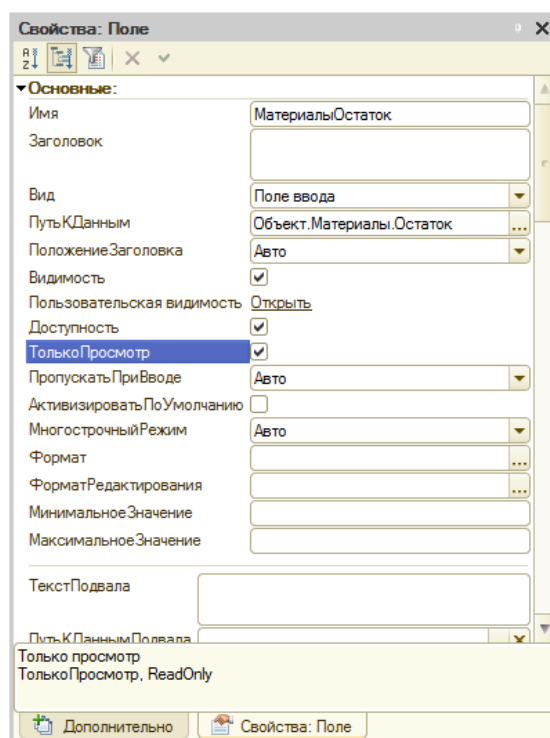

Рисунок 15.2- Запрет редактирования поля пользователем
5. В полях **Остаток** и **Себестоимость** пользователь должен увидеть текущие сведения об остатках и себестоимости выбранной номенклатуры, которая числится за выбранным в реквизите документа ответственным лицом. Эти поля должны быть недоступны для редактирования, так как играют лишь вспомогательную, информационную функцию. Для этого у полей **МатериалыОстаток** и **МатериалыСебестоимость** установим свойство **ТолькоПросмотр**, рисунок 15.2